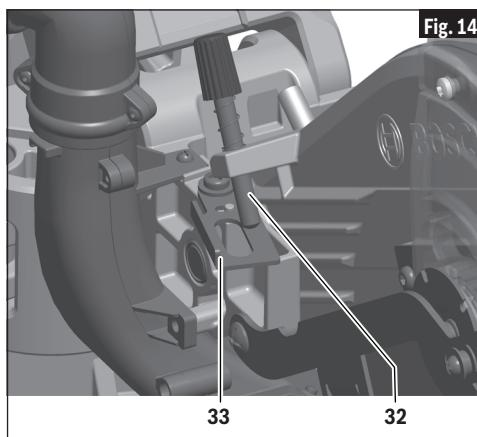

Fig. 14
2. Jale la placa del tope de profundidad hacia fuera alejándola del cabezal de la sierra (vea la Fig. 14).